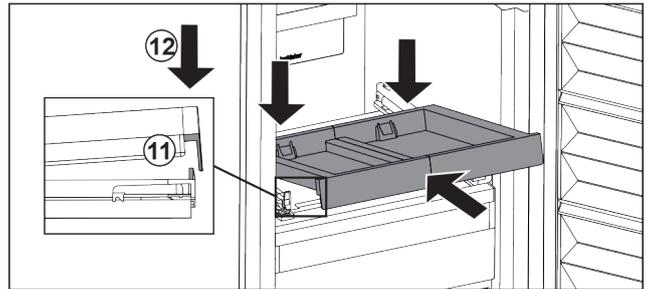

Fig. 45
- ▶ Schräg einschieben. Darauf achten, dass auf beiden Seiten der Anschlag hinter der Lasche ist. Fig. 45 (11)
- ▶ Auszugsbord vorne absetzen. Fig. 45 (12)